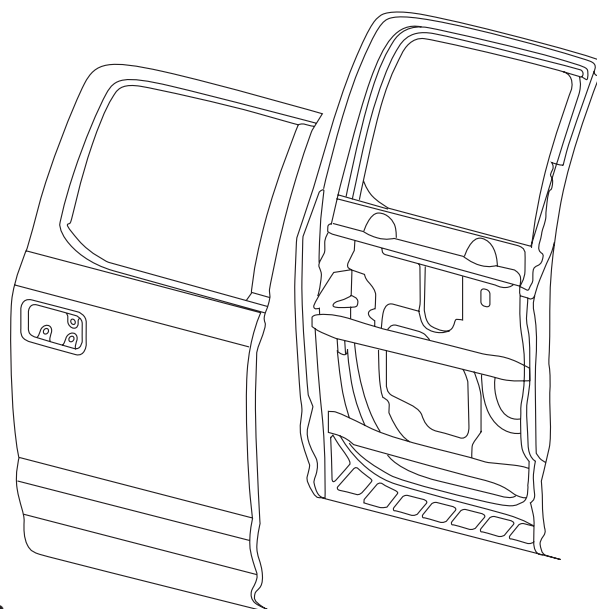

FIGURE 2
17. Installer huit (8) (W707817-S900) rivets SPR code AW, ou huit (8) (W790376-S900) rivets pleins. (Voir Figure 2).